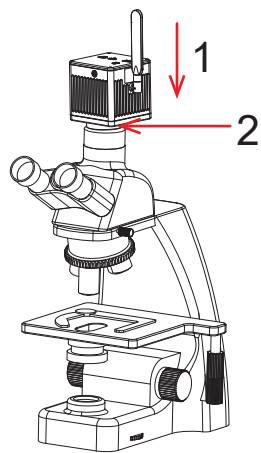

图14
(2) 把相机卡到显微镜的燕尾槽或旋入标准C接口上，方向如图14；拧紧显微镜燕尾槽上的紧固螺丝，把相机固定在显微镜上。